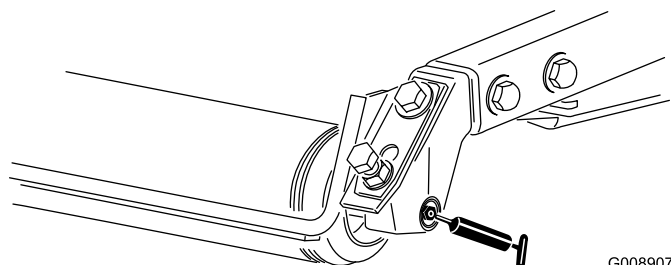

Figura 38
- Rolamentos do cilindro traseiro (2 por cada unidade de corte) (Figura 38)